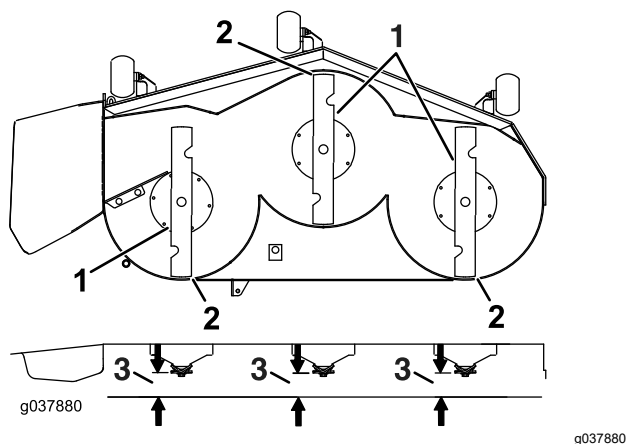

Figura 82
7. Compruebe la inclinación longitudinal de las cuchillas (Figura 82). Asegúrese de que la punta de la cuchilla delantera está más baja que la punta de la cuchilla trasera, según se muestra en la tabla *Altura de los bloques e inclinación*. Si es necesario un ajuste, siga con este procedimiento.